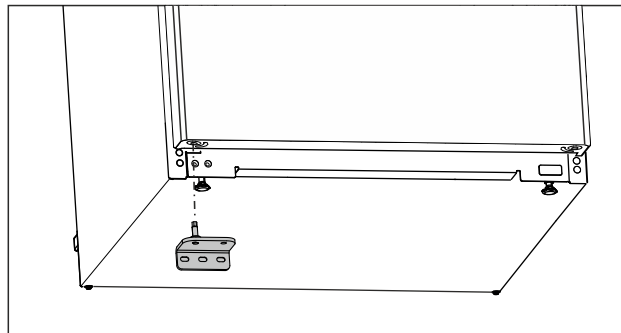

Fig. 16
- ▶ Поставете долната лагерна стойка от другата страна. (виж Fig. 16)